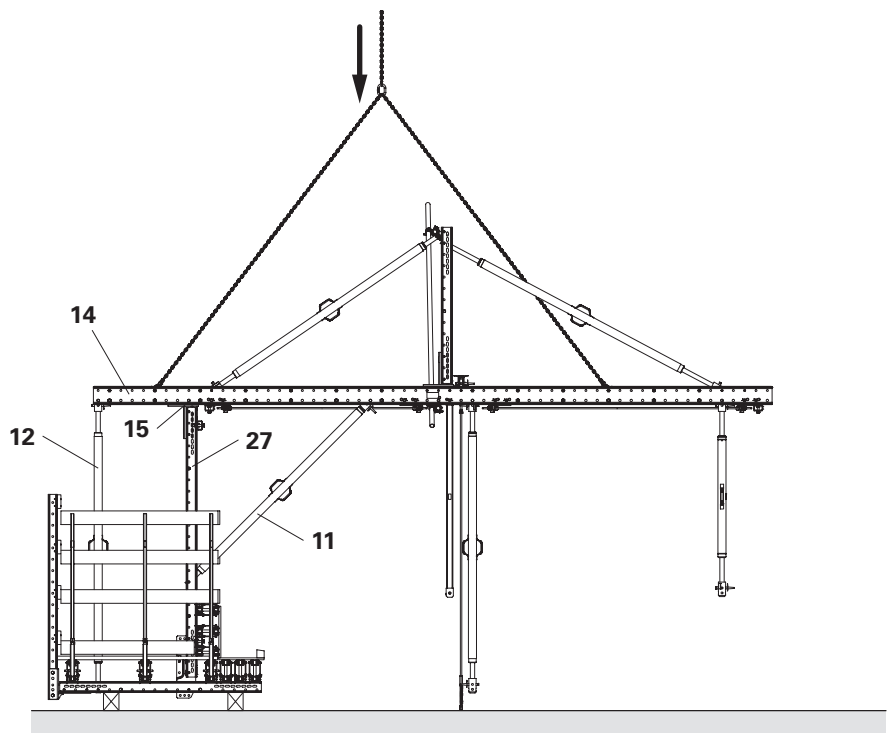

Fig. E1.04
6. Rimuovere i perni dal puntone ad alta portata SLS (11) nel corrente SRU (27).
7. Rimuovere i perni dal puntone ad alta portata SLS (12) e dal connettore angolare RCS/SRU (15) nella guida di ripresa RCS (14).
8. Smontare la piattaforma di getto. (Fig. E1.04)